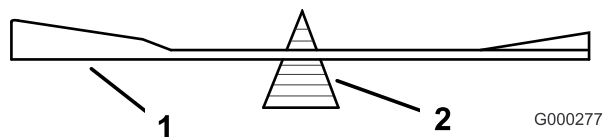

Figura 68
2. Verifique el equilibrio de la cuchilla colocándola sobre un equilibrador de cuchillas (Figura 68). Si la cuchilla se mantiene horizontal, está equilibrada y